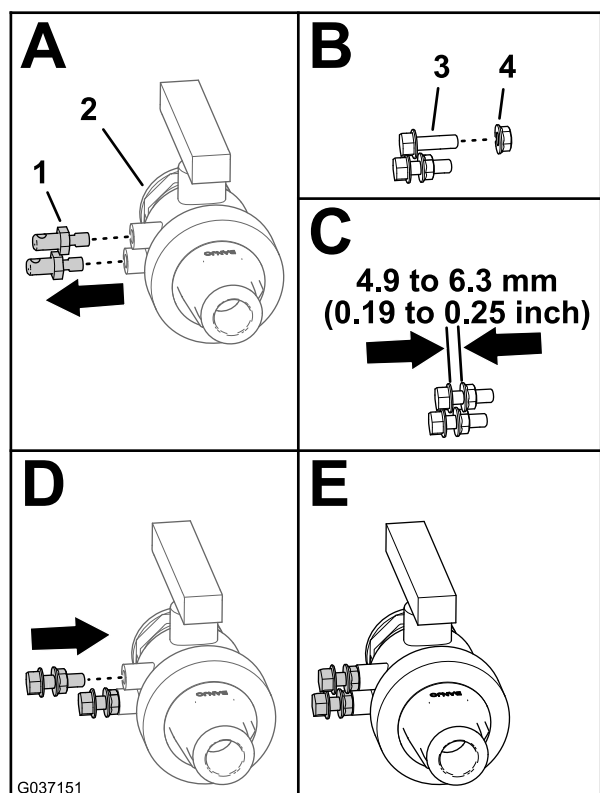

Figura 12
3. Rimuovete i 2 perni di montaggio dalla valvola di spurgo (A di Figura 12).
4. Avvitare i 2 dadi di bloccaggio flangiati (5/16") sui 2 bulloni a testa flangiata (5/16" x 1") come illustrato nella (B e C di Figura 12).
5. Montare i dadi di bloccaggio flangiati e i bulloni a testa flangiata sulla valvola di spurgo e serrarli manualmente (D ed E di Figura 12).